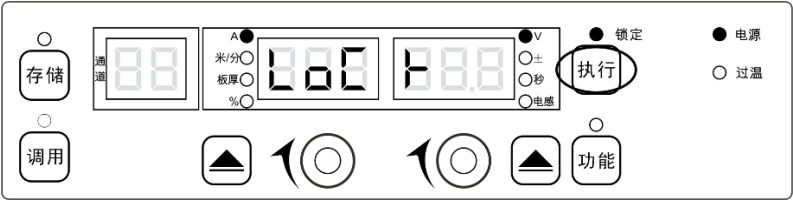

图 3-26 普通锁定界面
1. 选择好焊接参数，长按**执行**键 3 秒，左边数码管提示“LOCK”后，锁定指示灯闪烁，即进入普通锁定界面，如图 3-26 所示；